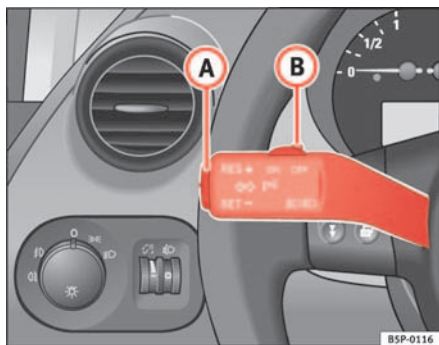

Abb. 143 Blinker- und Fernlichthebel: Schalter und Wippe für GRA
- Drücken Sie den oberen Teil der Wippe **RES** ⇒ Abb. 143 (A), um die Geschwindigkeit zu erhöhen. Solange Sie die Wippe gedrückt halten, beschleunigt das Fahrzeug. Sobald Sie die Wippe loslassen, wird die neue Geschwindigkeit gespeichert.
Wenn Sie die gespeicherte Geschwindigkeit durch Treten des Bremspedals verringern, ist die Regelung der gespeicherten Geschwindigkeit ausgeschaltet. Sie können durch einmaliges Drücken des oberen Teils der Wippe **RES+** ⇒ Abb. 143 (A) die Regelung wieder aufnehmen.